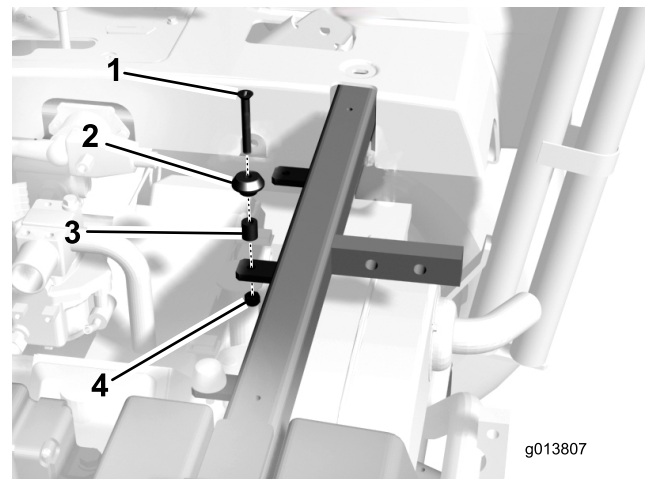

Figura 6
9. Retire el tornillo, el espaciador y la tuerca que sujetan el tope del asiento a la pestaña del bastidor (Figura 6).